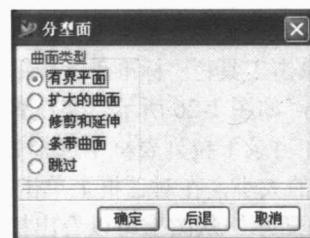

图 1-21 分型面对话框
⑤ 在对话框上单击“创建分型面”按钮，此时弹出如图 1-21 所示的分型面对话框。